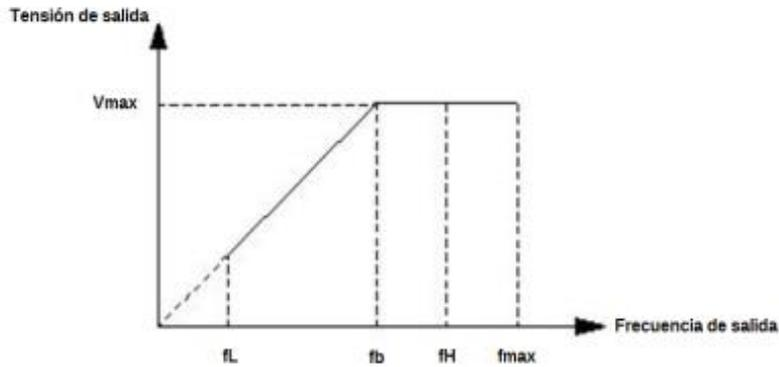

Figura F0-1 Tensión y frecuencia
La frecuencia de salida máxima es la frecuencia máxima permitida para la salida y la referencia de ajuste de tiempo acc./dec., se muestra como  $f_{max}$  en la siguiente figura; la frecuencia de funcionamiento básica es la frecuencia mínima a la tensión más alta de salida, generalmente la frecuencia nominal del motor, mostrado como  $f_b$  en la siguiente figura; la salida máxima de tensión  $V_{max}$  es la tensión de salida cuando la frecuencia de funcionamiento básica de salida, generalmente la tensión nominal del motor, mostrado como  $V_{max}$  en la siguiente figura;  $f_H$ ,  $f_L$  se definen como frecuencia límite superior y frecuencia límite inferior por separado, como se muestra en la figura F0-1:
- 4 La frecuencia máxima de salida, la frecuencia límite superior y la frecuencia límite inferior se relacionan como se muestra en la figura F0-1, por favor observe el orden numérico de valores de ajuste